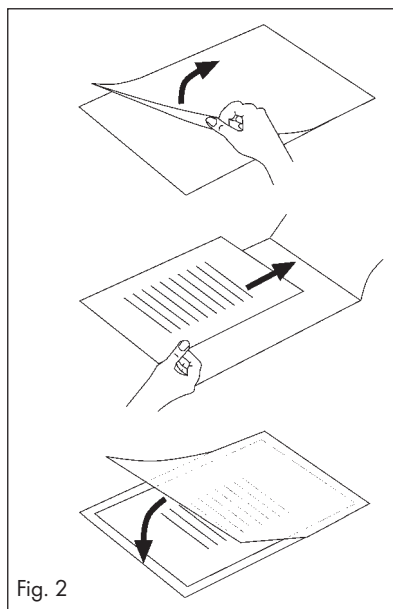

Fig. 2
- ☐ Asegúrese de utilizar solo una funda para el plastificado. Ábrala de la manera indicada en el ejemplo de la fig. 2.
-  Asegúrese de utilizar solo una funda para el plastificado. Ábrala de la manera indicada en el ejemplo de la fig. 2.